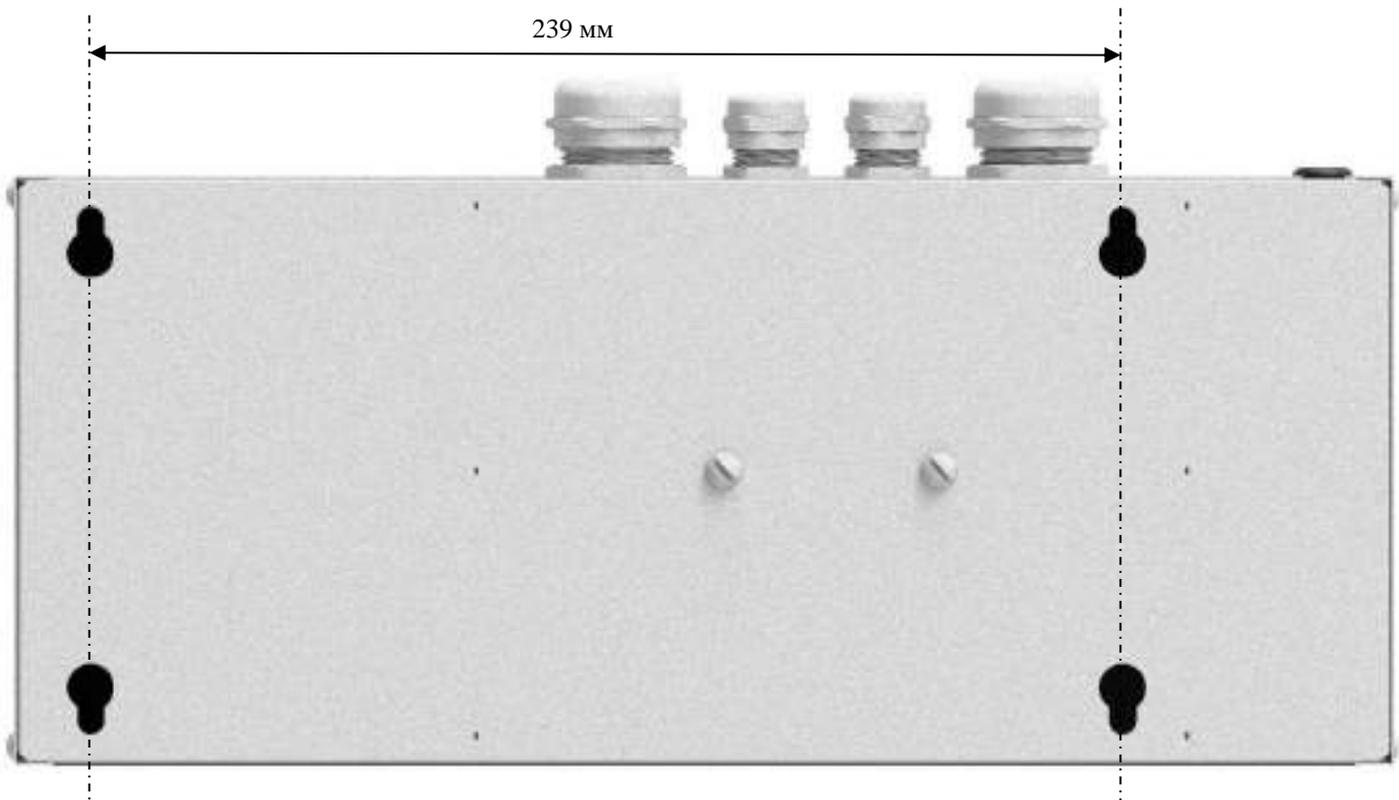

Рис. 18.: Блок мощности. Вид сзади.
1. Блок мощности необходимо устанавливать вне парильного помещения, в сухом, отапливаемом помещении, а также обеспечить защиту от влаги (прямое попадание воды на изделие). Монтаж произвести на дюбель-гвозди диаметром 6 мм (не входят в комплект). Расстояние между дюбель-гвоздями 239 мм (Рис.18.: Блок мощности. Вид сзади.). Допускается устанавливать блок мощности в электрощите или закрывать фальшпанелью, в которых предусмотрена система приточной вентиляции или вентиляционные отверстия.